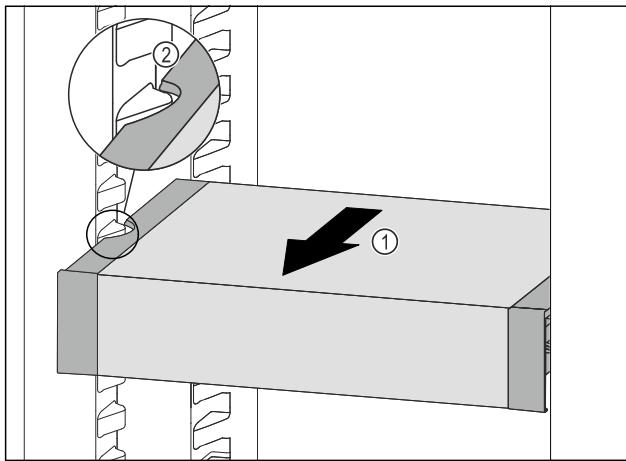

Fig. 99
- VarioSafe nach vorne ziehen *Fig. 99 (1)*, bis sich die seitlichen Aussparungen des VarioSafes auf Höhe der Behälterrippe im Kühlteil befinden. *Fig. 99 (2)*